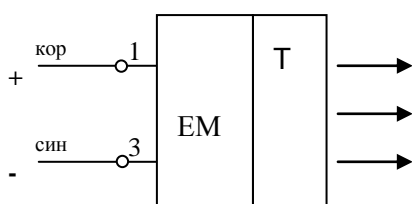

Рис. 2 Излучатель
3.2 В корпусе излучателя расположены излучающие светодиоды инфракрасного диапазона и двухцветный индикатор готовности, закрытые защитным стеклом. Зелёное свечение индикатора готовности свидетельствует о рабочем состоянии излучателя, красное свечение свидетельствует о низком напряжении питания (менее 9 В) или о неисправности излучателя. Схема подключения излучателя приведена на **рис. 2**.